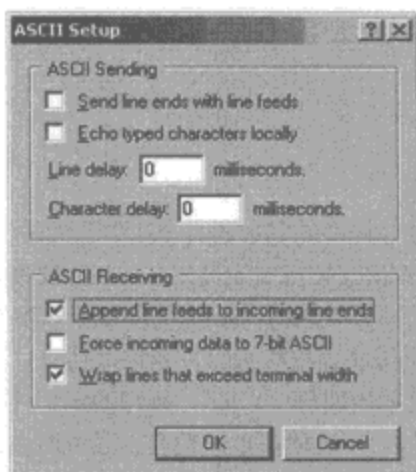

图 8-5 ASCII Setup 对话框
- (1) 选择 VT100 终端仿真模式，这样用户就可以使用更多的命令（由特殊的 “escape” 字符串触发），并对光标在终端屏幕上的位置进行更好的控制。
- (2) 选择 ASCII Setup (ASCII 设置) 完成终端配置。特别要注意 “Echo typed characters locally”（本地响应键入字符）功能没有被选中（这将立即改进你的程序的效果）。(如图 8-5 所示。)
- (3) 同时选中 “Append line feeds to incoming line ends” 选项。这样可以保证每次都能接收到 ASCII 回车符 (‘\r’)，并自动插入换行符 (‘\n’)。